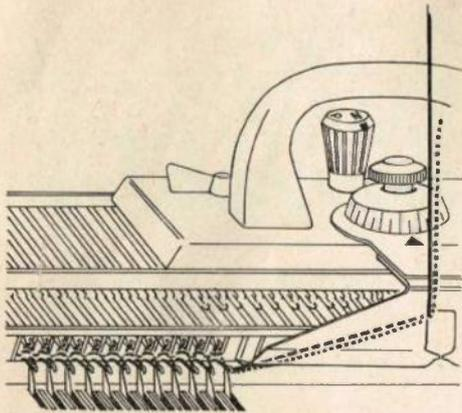

Fig. 23
- e) Fadenende in Führungsöse einführen und oberhalb derselben halten, Fig. 23, Schloss nach links schieben zum Stricken der 2. «Schlauchreihe», d. h. der 2. Gang nur mit Gruppe I. Fadenende ist nun eingestrickt.